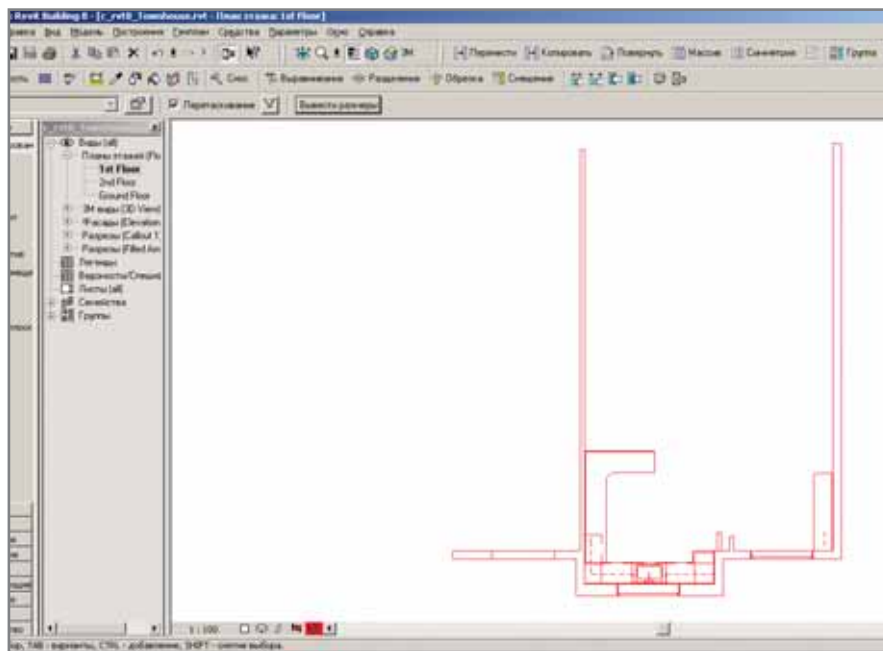

Рис. 10. Поэтажный план отображает только те объекты, которые нам необходимы
- В результате на поэтажном плане будут отображаться только те объекты, которые нам нужны (рис. 10).